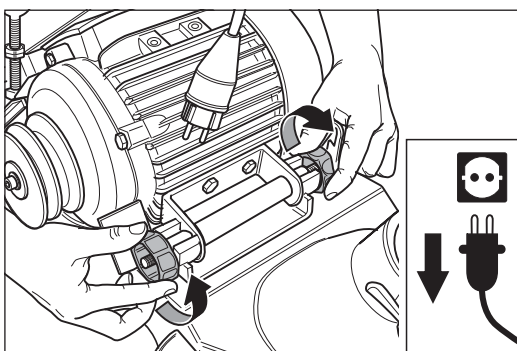

Abb. 49 Die beiden Motormuttern lösen.
- 4 Lösen Sie die beiden Motormuttern an der Motoraufhängung (Abb. 49).